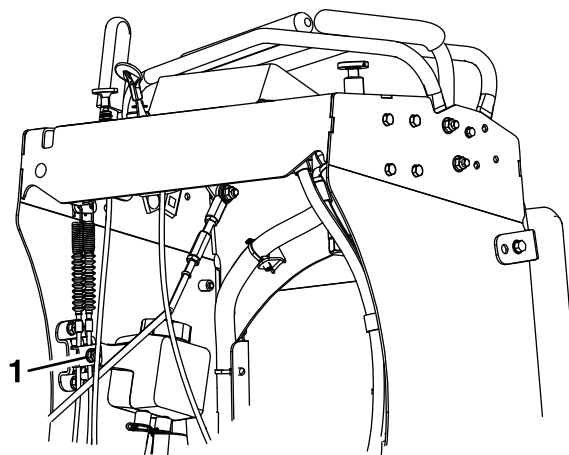

Figura 47
4. Afloje la abrazadera de los cables de freno, debajo de la consola (Figura 47).